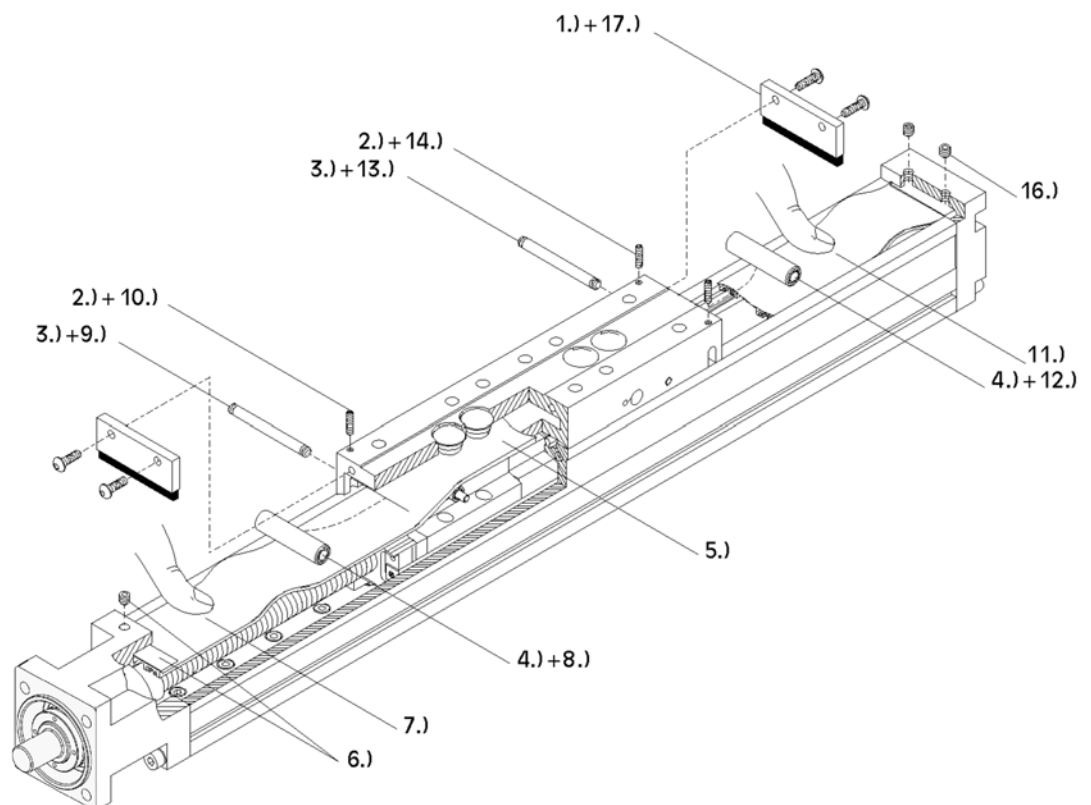

Figure 16: Remplacement de la bande de recouvrement
1. **Figure 16:** Enlever les deux brosses racleuses.